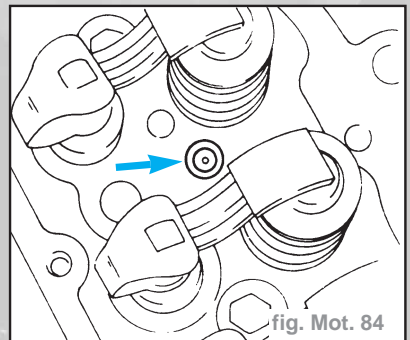

fig. Mot. 84
- Reposer l'arbre à cames avec supports-paliers d'arbre à cames, veiller à la bague d'étanchéité de la canalisation d'huile entre la culasse et le troisième support-palier d'arbre à cames (fig. Mot. 84).